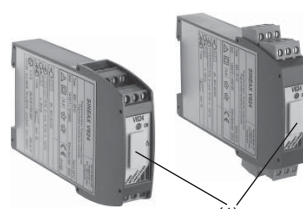

Fig. 1
2. Etendue de la livraison (Fig. 1 et 2)